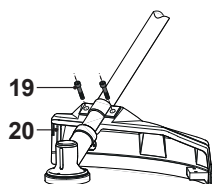

Fig. 4
- > Fixez le capot [16] avec les kits de fixation [15], en utilisant le bout de l'outil multi-usages [35] en forme de tournevis (Fig. 4).